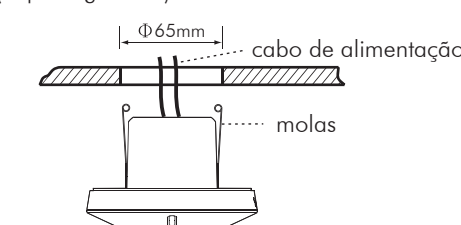

Figura 11
- 3.4.2.4 Feche as duas molas e insira o detector no orifício perfurado no teto (Veja a figura 11).